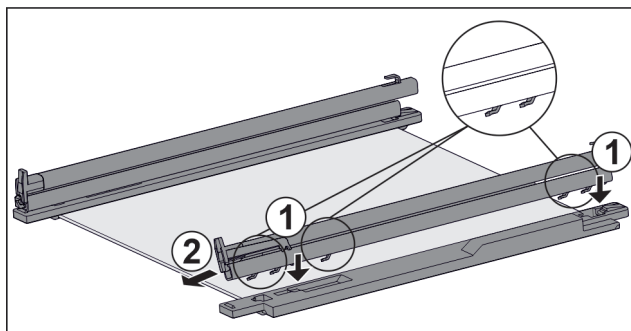

Fig. 131 Skleněná deska s kolejničkami a přídržnými díly
- ▶ Nasadte háčky kolejničky na otvory **levého** přídržného dílu. Fig. 131 (1)
- ▶ Vytáhněte kolejničku dopředu. Fig. 131 (2)
- ▶ Nasadte háčky kolejničky na otvory **pravého** přídržného dílu. Fig. 131 (1)